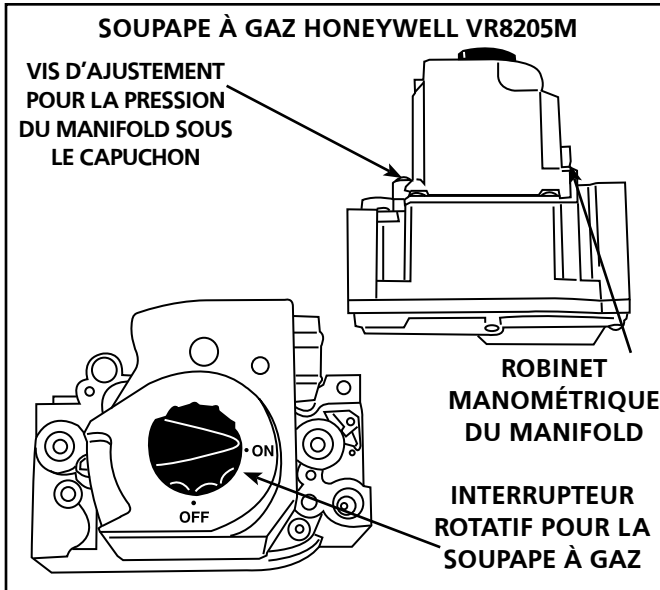

FIGURE 10
FONCTIONNEMENT DE LA SOUPAPE À GAZ POUR LA SOUPAPE DE LA SÉRIE VR8205M DE HONEYWELL (FIGURE 10)
5. Il y a un bouton interrupteur rotatif noir qui peut être bougé entre la position on (activé) et off (fermé). Tournez le bouton interrupteur à la position off (fermé) (voir Figure 10).
vérifiez la pression d'admission. La pression d'admission exacte est indiquée sur la plaque signalétique de l'appareil. Voir **figure 10** pour l'emplacement de la vis de réglage de la pression du gaz. Un ensemble de conversion du gaz naturel au gaz propane liquéfié est nécessaire pour la conversion de l'appareil. Pour connaître la procédure de conversion, consultez les instructions d'installation fournies avec l'ensemble de conversion.